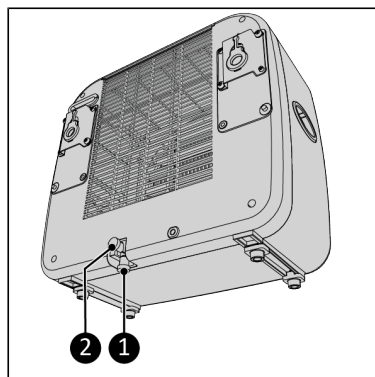

Figure 132.
1. Fjern en av de to tetningsnettene (Figure 132, pos. 1 eller pos. 2).
- begge tetningsnettene på innendørsenheten er montert (Figure 132, pos. 1 and 2);
2. Koble den medfølgende avløpsslangen til bunnen av innendørsenheten, se Figure 132.
4. Tøm vannet fra innendørsenheten (Figure 132)